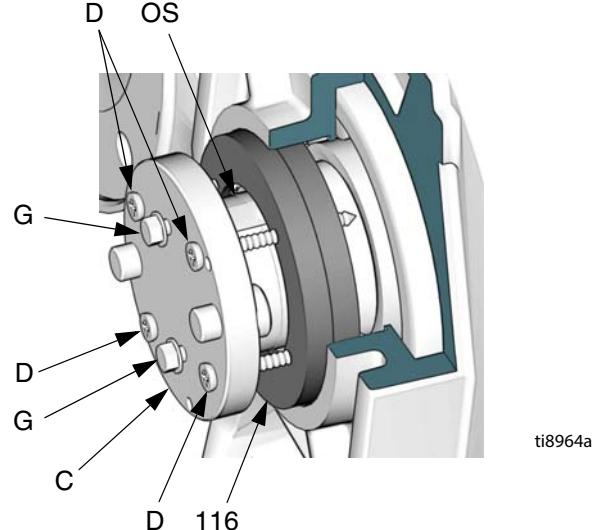

Рис. 27. Снятие сальников выходного вала
7. Намотайте ленту на шпоночную канавку входного вала, чтобы защитить новый сальник от повреждения. Внесите в полость сальника входного вала консистентную смазку арт. №. 107411. Вставляйте входной сальник (109) кромкой внутрь до тех пор, пока он не соприкоснется с выступом на корпусе шестеренчатого редуктора. Удалите ленту.
8. Наденьте прилагаемую прокладку на пробку маслосливного отверстия (118), а затем закрутите пробку в шестеренчатый редуктор. Затяните с усилием 34 Н·м (25 ft-lb).
10. Достаньте два выходных сальника (116) следующим образом:
- a. См. Рис. 27. Поместите инструмент (C) на выходной вал (OS). Поверните инструмент на 90°. Закрутите и затяните два винта 13 мм (0,5") (G) для фиксации инструмента.
- b. Просверлите направляющие отверстия диаметром 3 мм (1/8") (максимум) в сальниках (116), используя отверстия под винты для листового металла (D) в качестве шаблона. Вставьте винты для листового металла (D) через инструмент в сальники (116).
- c. Равномерно закручивайте винты (D) для извлечения двух сальников.